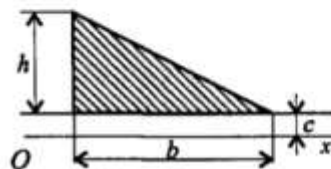

Рис. 8.6
5. Вычислите статический момент данной фигуры относительно оси Ox . $h = 30 \text{ см}$; $b = 120 \text{ см}$; $c = 10 \text{ см}$ (рис. 8.6).